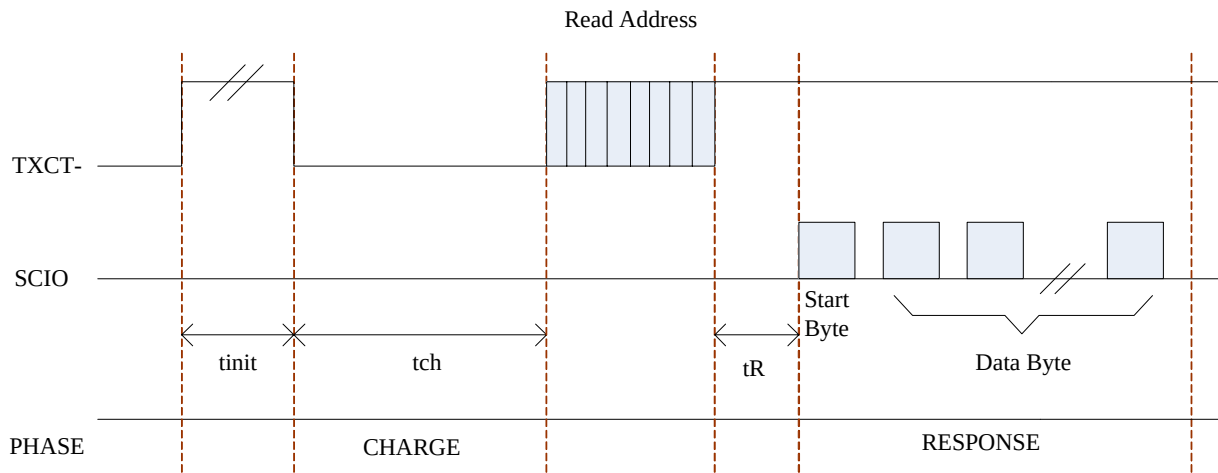

Figure 5
(1) 時序和 Read Only 略有不同，在 Charge 50ms 後要先送 Read Address，才做讀取動作，請參考 Figure5。